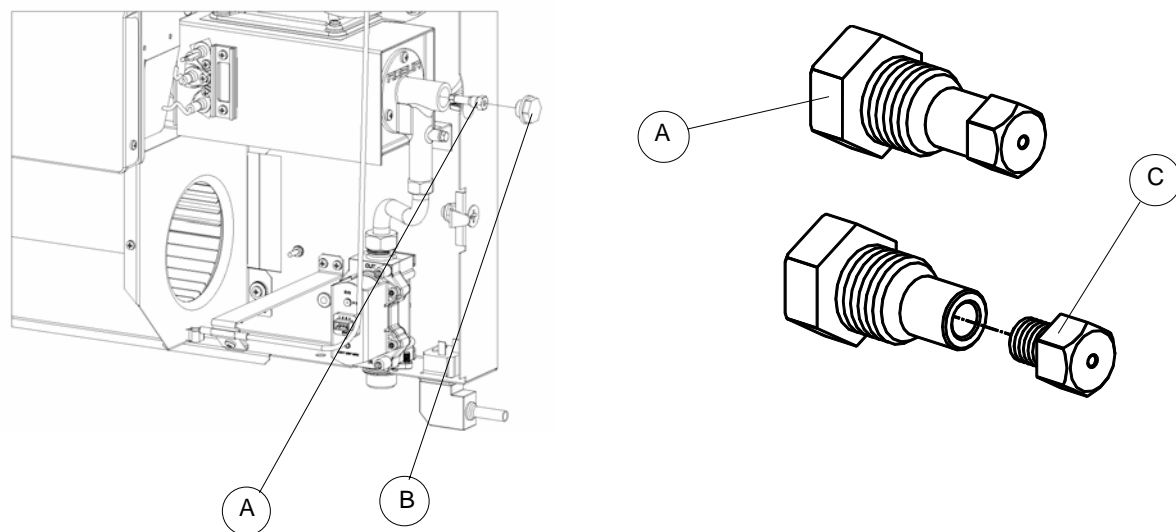

Abbildung 16 – Detail Brennergruppe und Detail Düsenstock und kalibrierte Düse
3. Mit einem 19er Gabelschlüssel die Kappe B entfernen (siehe Abbildung 16).
4. Mit einem 10er Rohrschlüssel den Düsenstock A ausbauen (siehe Abbildung 16).
5. Aus dem Düsenstock A die kalibrierte Düse C ausbauen und ersetzen (siehe Abbildung 16).